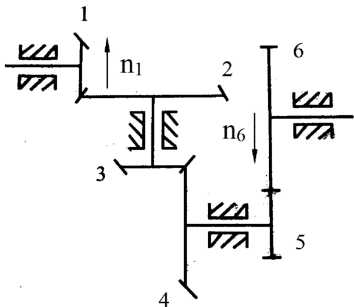

图 3 题 32 图
32. 在图 3 所示的定轴轮系中, 已知 $Z_1=20, Z_2=40, Z_3=20, Z_4=50, Z_5=40, Z_6=80$ 。若 $n_1=500\text{r/min}$, 求轮系的传动比 i_{16} 和齿轮 6 的转速。